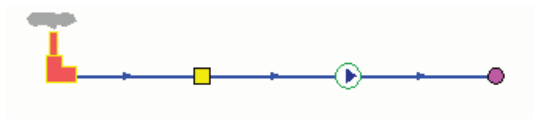

Рисунок 5.9. Ввод оставшихся элементов
13. Аналогичным образом соединить оставшиеся элементы, смотрите Рисунок 5.9, «Ввод оставшихся элементов».